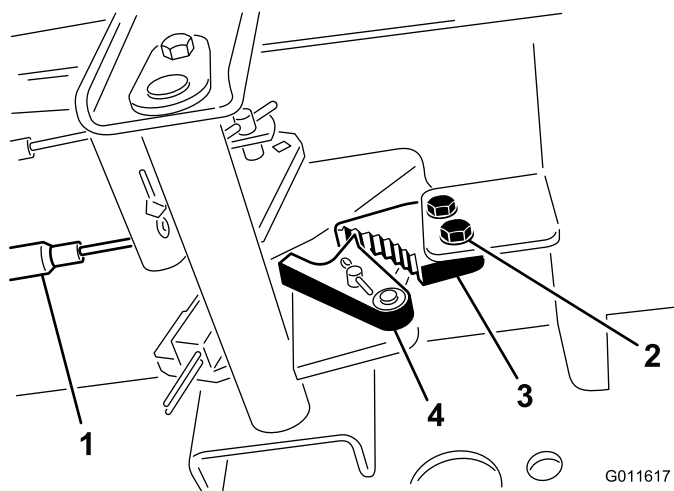

Figura 36
2. Premete in avanti il pedale del freno di stazionamento finché il fermo non s'innesta completamente nel nottolino del freno (Figura 36).
1. Allentate le due viti che fissano il nottolino del freno di stazionamento al telaio (Figura 36).